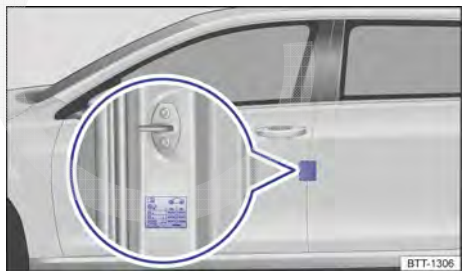

Fig. 274 Na coluna da porta do condutor: etiqueta com as pressões dos pneus (alternativa ao lado interno da portinhola do reservatório de combustível).
- ① Pressão do pneu com os pneus frios.
- ② Pressão dos pneus no carregamento parcial.
- ③ *Dependendo do veículo:* pressão dos pneus de conforto no carregamento parcial.
- ④ Pressão dos pneus no carregamento total.
- ⑤ Pressão dos pneus para a roda sobressalente completa.
▶ A etiqueta com as pressões dos pneus fornece a pressão dos pneus correta para os pneus montados de fábrica. As indicações valem para os pneus de verão, do ano todo e de inverno. A etiqueta com as pressões dos pneus está na coluna da porta do condutor → Fig. 274 ou na parte interna da portinhola do tanque.